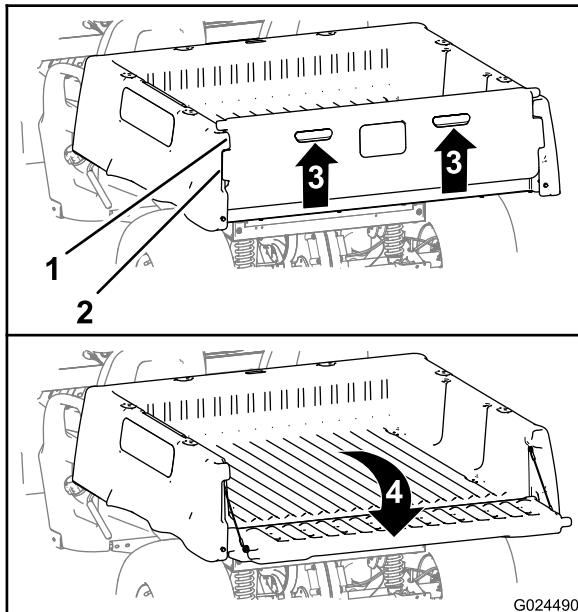

Figura 15
2. Sollevate gli elementi di spinta nel pannello posteriore della sponda (Figura 15).
4. Ruotate indietro e in basso (Figura 15).
6. Ruotate verso l'alto e in avanti la sponda posteriore, fino a quando le flange di bloccaggio della sponda non sono a livello della tasca della sponda nel pianale (Figura 15).
7. Abbassate la sponda fino a quando non è in sede nella parte posteriore del pianale (Figura 15).